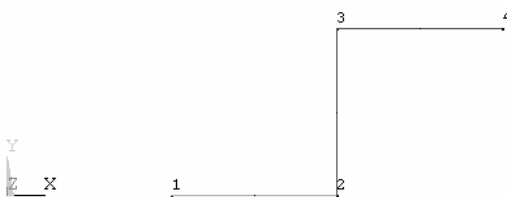

图 2-5 三条直线段
(11) 用鼠标依次单击关键点 1、关键点 2、关键点 2、关键点 3、关键点 3、关键点 4，单击“Create Str...”窗口中的“OK”按钮，生成 3 条相连的直线段（见图 2-5）。